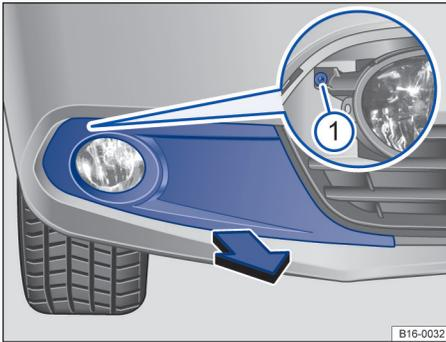

Fig. 197 En el lado derecho del paragolpes delantero: desmontaje del faro.
2. Retire la cubierta tirando hacia delante, en el sentido de la flecha ⇒ fig. 197.
3. Desenrosque el tornillo de fijación ⇒ fig. 197 ① con el destornillador de las herramientas de a bordo ⇒ página 317.
11. Apriete el tornillo de fijación ⇒ fig. 197 ① con el destornillador.
12. Coloque la cubierta en el paragolpes ⇒ fig. 197.